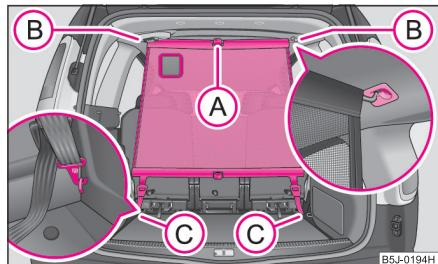

Abb. 11 Verwendung des statischen Trennnetzes hinter den Rücksitzen
- Setzen Sie die Querstange in die Aufnahme B erst auf der einen Seite und drücken die Querstange nach vorn. Auf gleiche Weise befestigen Sie die Querstange an der anderen Fahrzeugseite, Aufnahme B \Rightarrow Abb. 11.
- Lösen Sie Bänder auf beiden Seiten und hängen Sie die Karabiner C aus \Rightarrow Abb. 11.